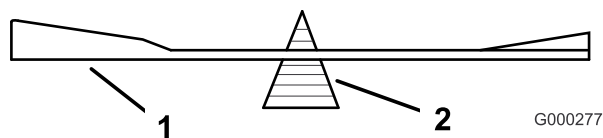

Figure 69
2. Vérifiez l'équilibre de la lame en la plaçant sur un équilibreur (Figure 69). Si la lame reste horizontale, elle est équilibrée et peut être